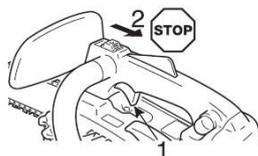

Fig. 7
1. Rilasciare la leva del gas (Fig. 7-①) e far girare il motore al minimo per alcuni minuti per favorirne il raffreddamento.
2. Posizionare l'interruttore (Fig. 7-②) in posizione di arresto "STOP/O".